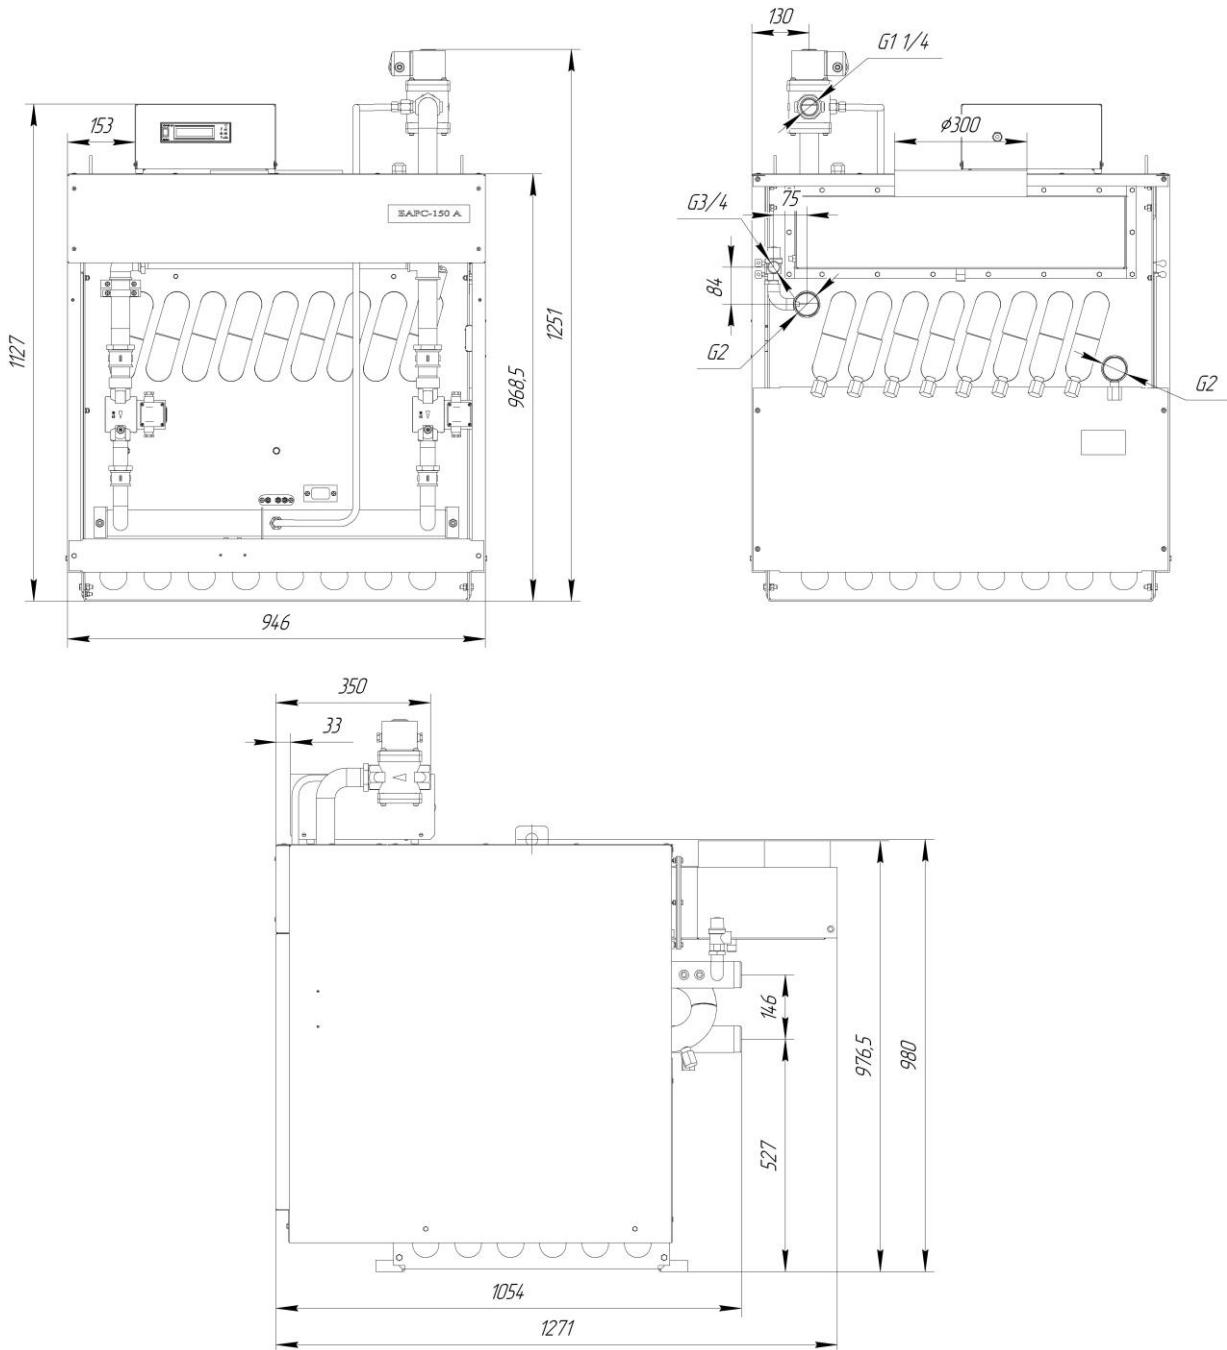

Рис. 1 Габаритные и присоединительные размеры
- 2.1. Внешний вид котла габаритные и присоединительные размеры приведены на Рис. 1 .